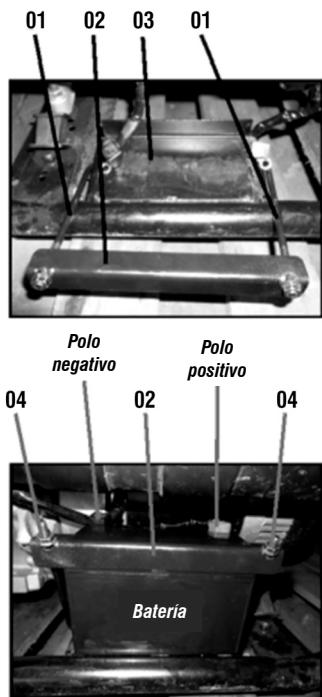

Fig. 20 – Instalación de la batería
- Conecte el terminal negativo (-) del generador en el polo negativo de la batería (color negro) (fig. 20);
- Conecte el terminal positivo (+) del generador en el polo positivo de la batería (color rojo) (fig. 20);
- Encaje el soporte (pieza 2) en la batería (fig. 20);